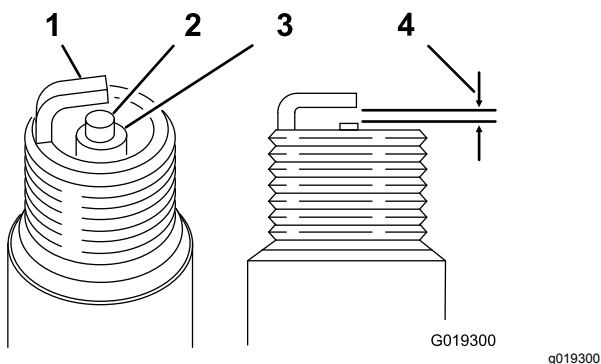

Figura 34
consulte Figura 34
3. Ajuste la distancia entre electrodos a 0,70–0,80 mm (Figura 34)